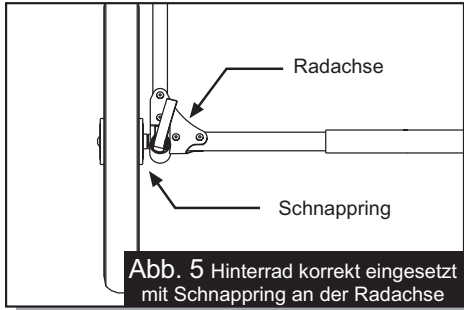

**Abb. 3**
- 3 Schiebegriff:** Falten Sie den Schiebegriff ganz zurück und sichern Sie ihn durch die Schiebeverschlüsse (Abbildung 3).